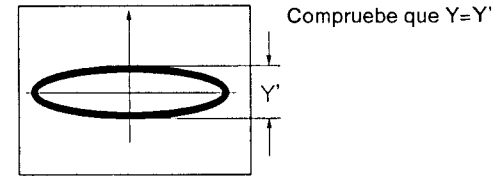

Fig. 2 Figura de Lissajous de la pista interior del disco (CD)
5. Cierre el servo de seguimmiento y busque el fotograma n.º 100, y abra el servo de seguimmiento otra vez para observar la figura de Lissajous. En este momento, compruebe que la amplitud del eje - Y de la figura de Lissajous es misma que la amplitud escrita en la etapa 4. (Fig. 2)
4. Ajuste exactamente la retícula hasta que la amplitud del eje - Y de la figura de Lissajous se disminuya. (Fig. 2)
9. Abra de nuevo el servo de seguimiento y observe la figura de Lissajous para comprobar que la amplitud del eje - Y es mínima. (Fig. 2)